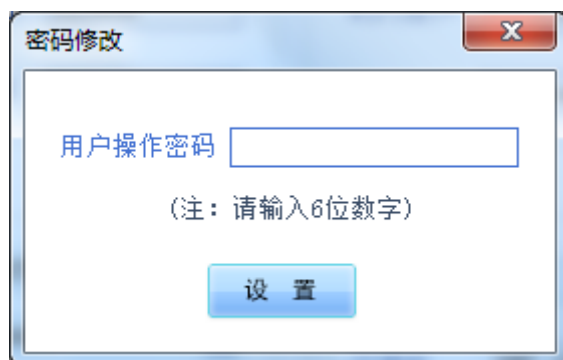

图 2-1-27 用户操作密码修改窗口
4) 若用户需要修改用户操作密码, 可点击工具栏【设置】->【密码修改】, 弹出相应设置窗口 (如图 2-1-27 所示);